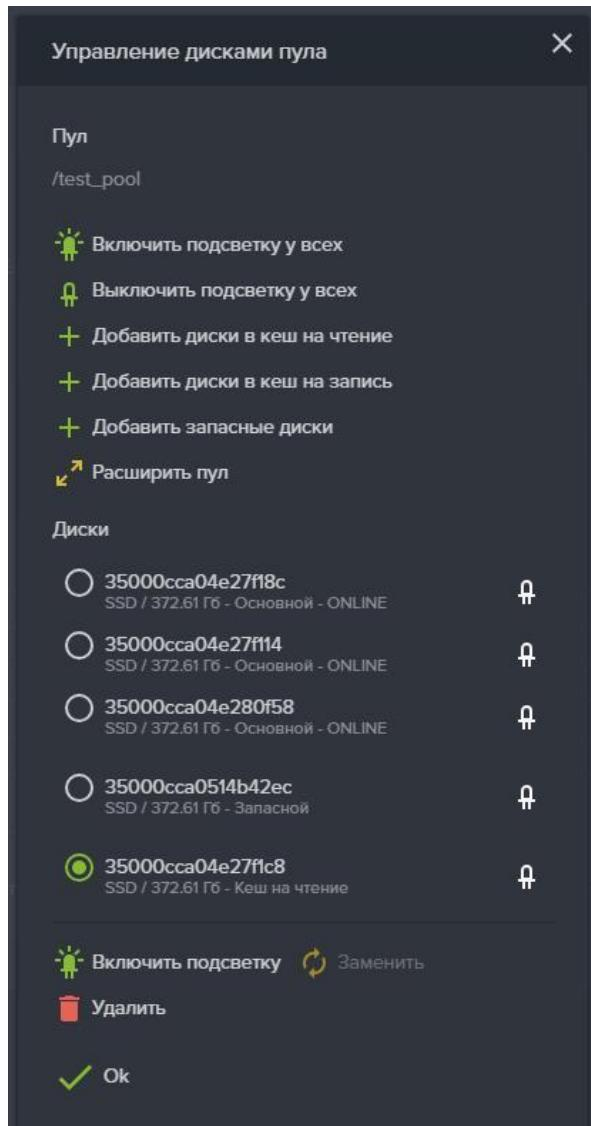

Рисунок 40 – Удаление из пула кэша на чтение
3. Нажмите на кнопку «**Управление дисками**», откроется окно управления дисками пула (см. Рисунок 40).